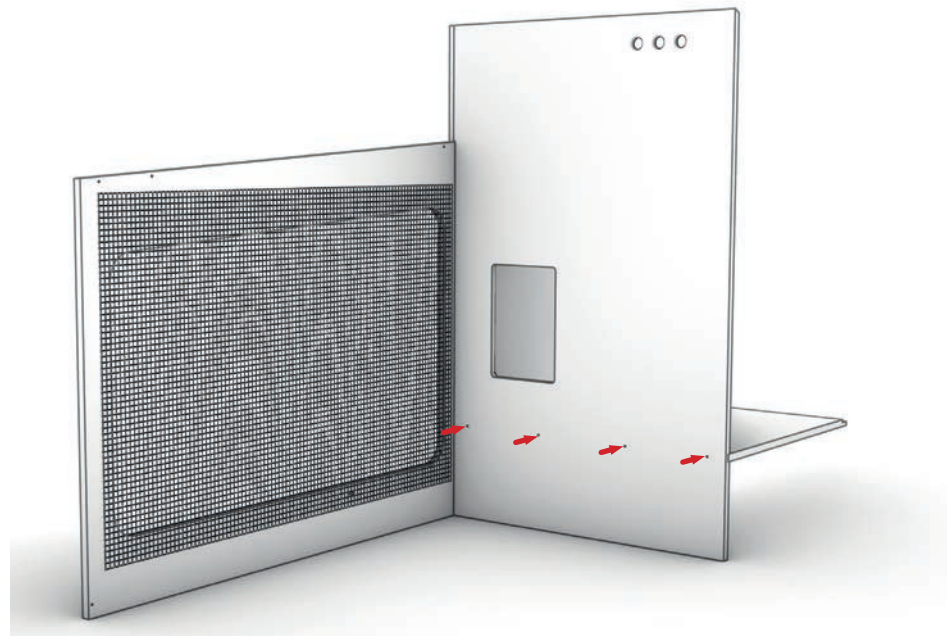

Abbildung 11: Frontplatte mit Bodenplatte verschrauben
9. Schrauben Sie dann sogleich die Frontplatte mit der Bodenplatte mit 4 Stück Schrauben (4 x 50) fest (siehe Abbildung 11).